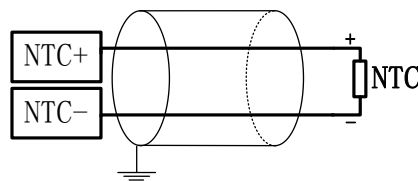

图 4-2-4 热电偶输入接线方法
(2) NTC：为两线制接线方式，建议采用 0.5mm^2 规格的双芯屏蔽补偿导线，将 NTC 热敏电阻的正极和负极分别连接到 NTC+ 端子和 NTC- 端子。屏蔽端连接电源地，如图 4-2-4。